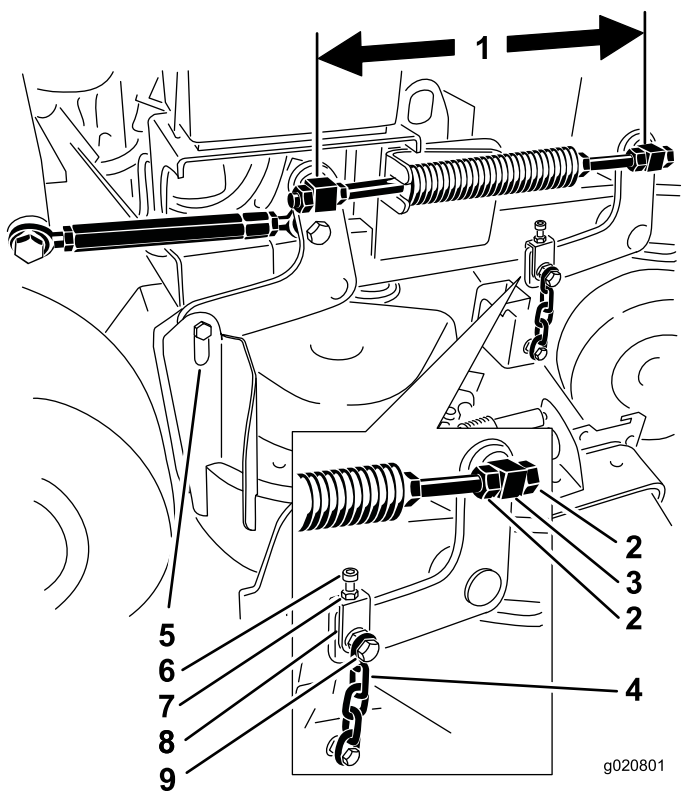

Figura 81
1. Compruebe la distancia entre los pivotes, midiendo desde el centro de un pivote al centro del otro (distancia entre centros) en cada varilla roscada (Figura 81).
2. Afloje las contratueras en el pivote **delantero** (Figura 81).
4. Apriete las contratueras en el pivote **delantero** (Figura 81).
4. Afloje las contratuercas de los pivotes delanteros derecho e izquierdo (Figura 81).
6. Apriete las contratuercas de los pivotes delanteros derecho e izquierdo (Figura 81).
4. Afloje las contratuercas en el pivote delantero izquierdo (Figura 81).
- Apriete las contratuercas del pivote delantero izquierdo (Figura 81).
- Apriete las contratuercas y los pernos superiores de las cadenas (Figura 81).
- Afloje los pernos superiores de las cadenas (Figura 81).
- Afloje las contratuercas en cada horquilla (Figura 81).